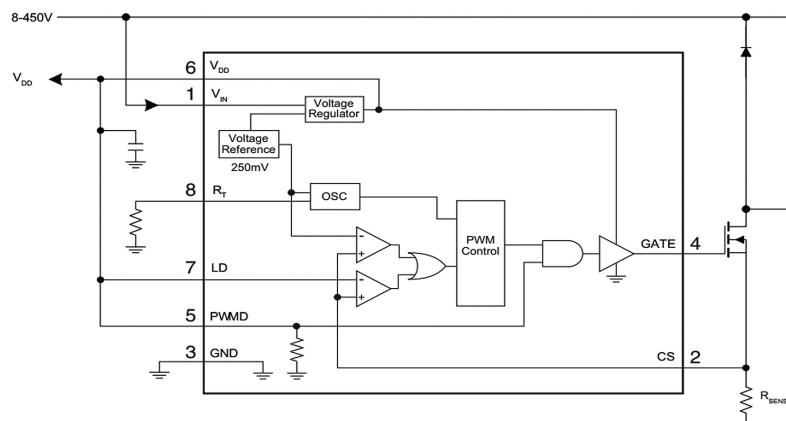
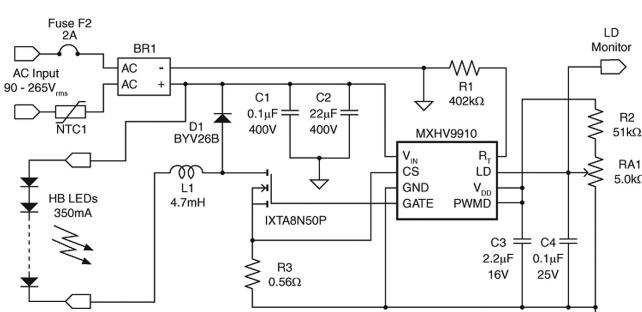

Рис.1
Рис.2
MXHV9910 является недорогим высоковольтным драйвером светодиодов высокой яркости (HB), с высоким КПД, изготовлен с использованием BCDMOS-технологии с кремнием на изоляторе (SOI) производства компании IXYS. Этот драйвер имеет такое внутреннее устройство (рис.1), что может работать в сети переменного тока или от 8 до 450 В постоянного тока. Универсальный диапазон входного напряжения питания позволяет эту ИМС использовать в широком диапазоне LED приложений (рис.2), таких как плоские дисплеи с RGB-подсветкой, вывески, декоративное светодиодное освещение и изделия для замены ламп накаливания.
Свечение светодиодов может контролироваться либо путем линейного изменения величины тока через светодиоды, либо включением/отключением этого тока при его постоянной величине. Линейная регулировка яркости свечения светодиодов осуществляется путем подачи контролирующего напряжения величиной от 0 до 250 мВ на вход LD. Таким образом, изменяется порог срабатывания компаратора и происходит регулировка значения выходного тока. Подача напряжения более 250 мВ на вход LD не приводит к изменению установленной средней величины выходного тока. Для получения тока большей величины необходимо уменьшить номинал R_{sense} (рис.1).